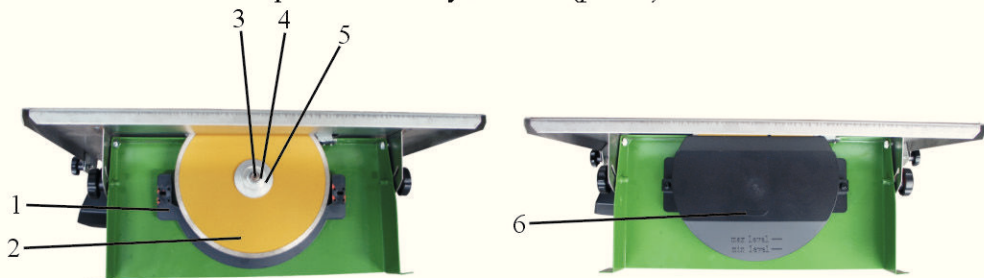
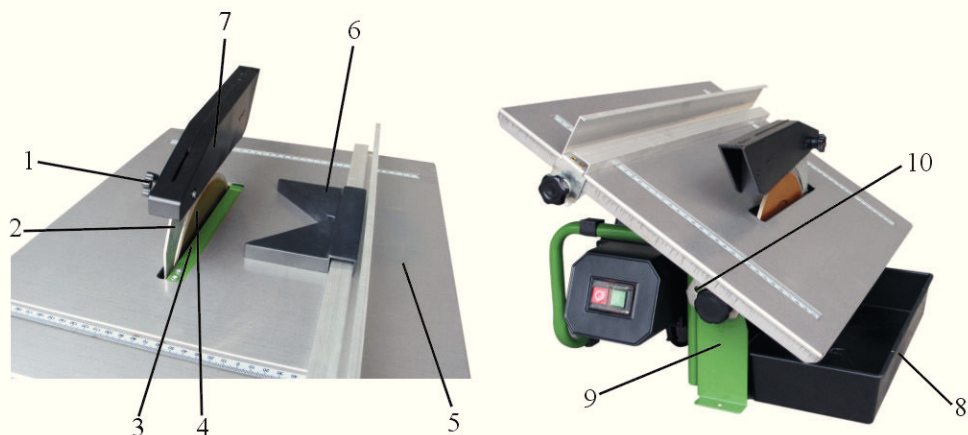

Рис. 2
Рис. 3
6.2 Установите и закрепите вставку диска 1 (рис. 2)
6.3 Зафиксируйте гаечным ключом шпindelь 3 (рис. 2) а вторым ключом открутите гайку 4 (рис. 2) и снимите фланец 5 (рис. 2)
6.4 Установите отрезной диск 2 (рис. 2), затем установите фланец 5 (рис. 2), удерживая ключом шпindelь плиткореза 3 (рис. 2) затяните гайку 3 (рис. 2). Проверьте фиксацию.
6.5 После монтажа диска установите и закрепите нижний защитный кожух 6 (рис. 2).
6.7 Как показано на рис. 3 на рабочем столе 5 установите и закрепите двумя винтами 3 расклинивающий нож 2.
6.9 Между основанием 9 (рис. 3) и защитным кожухом 6 (рис. 2) установите поддон 8 (рис. 3). В поддон 8 (рис. 3) налейте воды для охлаждения отрезного диска. Следите за уровнем воды по фаскам на защитном кожухе 6 (рис. 2).
7.1.3 Как показано на рис. 3 рабочий стол 5 переведите в наклонное положение. Угол резания можно выставить по шкале 10.
Угловой упор 6 (рис. 3) используется для резания заготовки по диагонали.